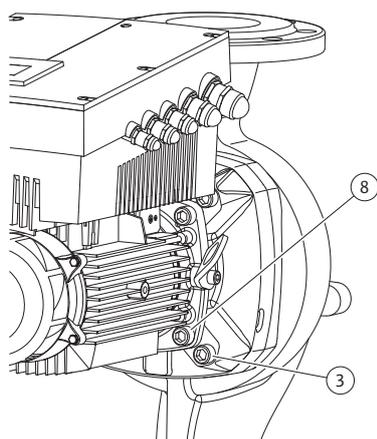

Fig. 50: Fissaggio opzionale del set di innesto
11. Allentare e rimuovere le viti (fig. 7, pos. 3). A seconda dei tipi di pompa si devono utilizzare le viti esterne (fig. 50, pos. 3). Il set di innesto (vedi fig. 13) dopo la rimozione delle viti rimane al sicuro nel corpo pompa, anche in caso di posizione orizzontale dell'albero del motore non sussiste pericolo di ribaltamento.
16. A seconda del tipo di pompa allentare le viti (fig. 7, pos. 10) o in alternativa le viti (fig. 50, pos. 8).
22. Spingere cautamente la lanterna sull'albero e posizionarla nella posizione precedente o nella nuova posizione angolare desiderata rispetto alla flangia motore. Attenersi alle posizioni di montaggio ammesse per i componenti (vedi capitolo 7.1 "Posizioni di montaggio ammesse e modifica della disposizione dei componenti prima dell'installazione" a pagina 86). Fissare la lanterna alla flangia motore con le viti (fig. 7, pos. 10) **o**, nel caso dei tipi di pompa/lanterna secondo (fig. 50), con le viti (fig. 50, pos. 8).
| Set di innesto | Fig. 7/pos. 3 Fig. 50/pos. 3 | M12 | Esagono incassato 10 mm | 60 | Vedi cap.10.2.1 "Sostituzione della tenuta meccanica" a pagina 116. |
| Lanterna | Fig. 7/pos. 10 Fig. 50/pos. 8 | M5 M6 M10 | Esagono incassato 4 mm Esagono incassato 5 mm Esagono incassato 8 mm | 4 7 40 | Serrare uniformemente procedendo a croce. |